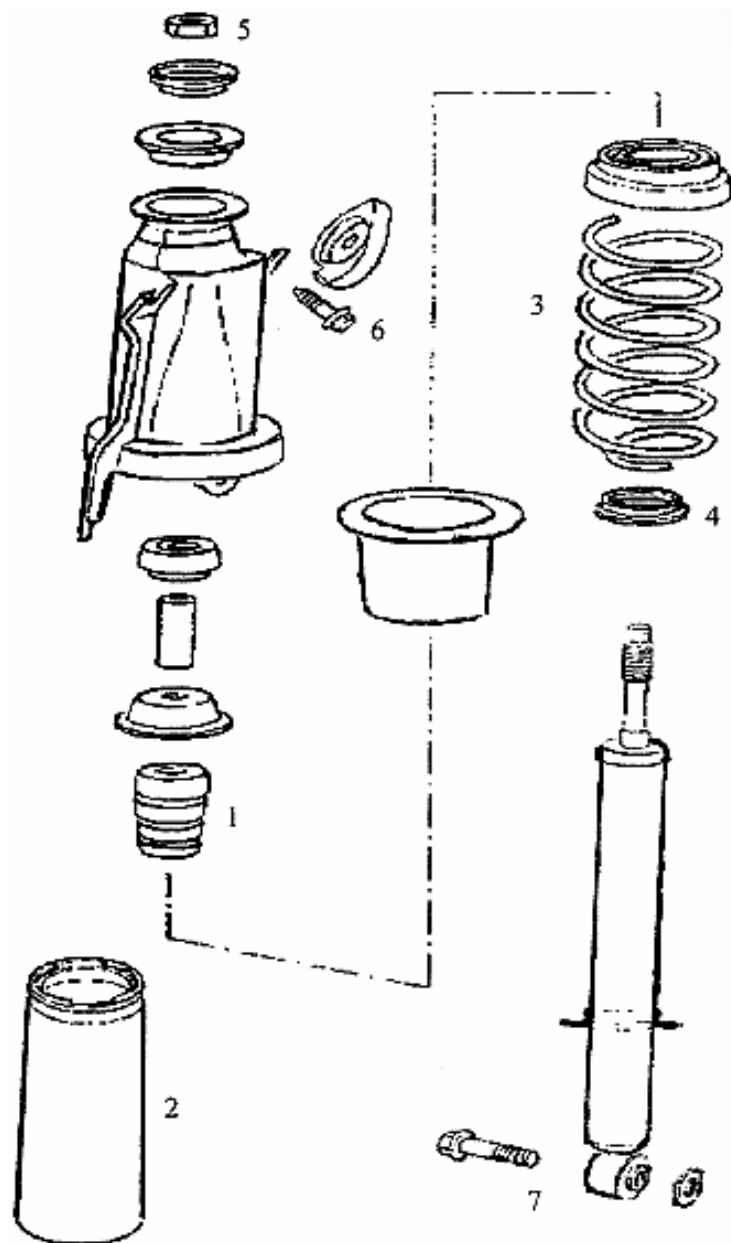

Fig. 1:
- **Fig. 1** Nivomateinheit ausbauen. (Nivomat mit Feder und Träger)
- **Fig. 1** Remove the Nivomat unit (Nivomat with spring and support).
- **Fig. 1** Déposer l'appareil Nivomat. (Nivomat avec ressort et support).
- **Fig. 1** Desmonte la unidad Nivomat (Nivomat inclusive el muelle y el porta muelles)